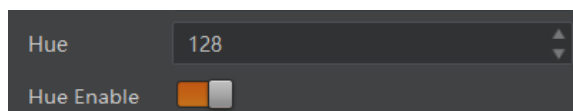

图7-36 调节色调
2. 在 *Hue* 参数中输入需要设置的数值，参数范围为 0~255，如图 7-36 所示。